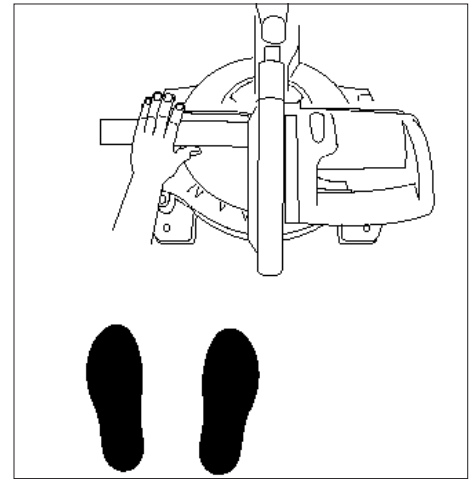

Рис. 5
- Становитесь перед пилой лицом к направлению распила (Рис. 5).